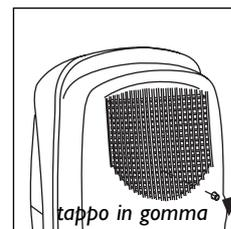

fig. 2
- Forare l'interno del beccuccio di scarico utilizzando un trapano e una punta fine (Fig. 2).